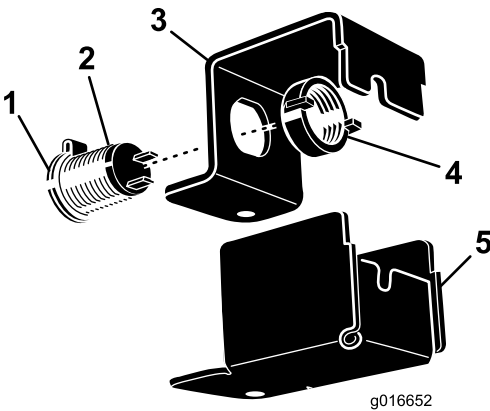

Figura 2
- Desenrosque la tuerca del cuerpo roscado del enchufe (Figura 2).
- Introduzca el cuerpo del enchufe por el orificio de la parte delantera del soporte y sujétela con la tuerca que retiró anteriormente (Figura 2).
- 7. Cierre el tapón hermético cuando el enchufe no esté en uso (Figura 2).